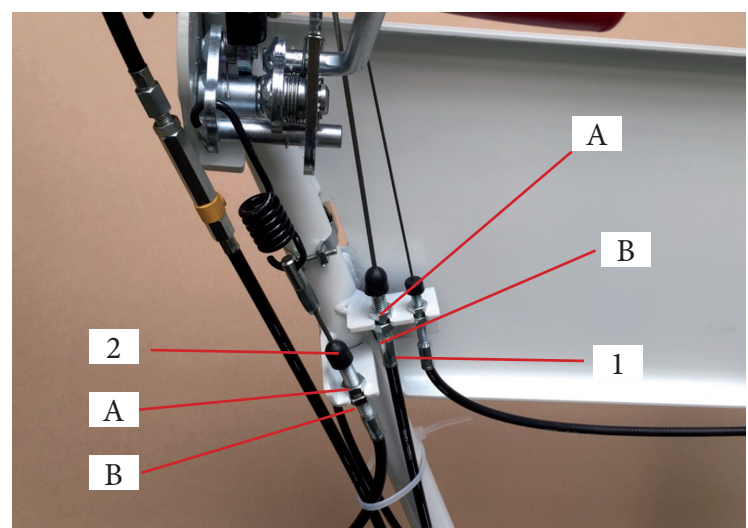

Bild 21
- Wenn die Maschine nicht fährt oder der Antriebskeilriemen durchrutscht, stellen Sie den Antriebskupplungsbowdenzug (Abb. 1 Bild 21) wie folgt ein:
- Lösen Sie die Mutter (Bild 21 Abb. A) und erhöhen Sie die Spannung, ziehen Sie die Mutter A wieder an. Führen Sie einen Funktionstest durch.
- Wenn das Messer mit entspanntem Messerkupplungshebel nicht stoppt, stellen Sie den Messerkupplungsbowdenzug (Bild 21 Pos. 2) wie folgt ein:
- Lösen Sie die Muttern (Bild 21 Pos. 2 A & B) und verringern Sie die Spannung, ziehen Sie die Muttern A & B wieder an.